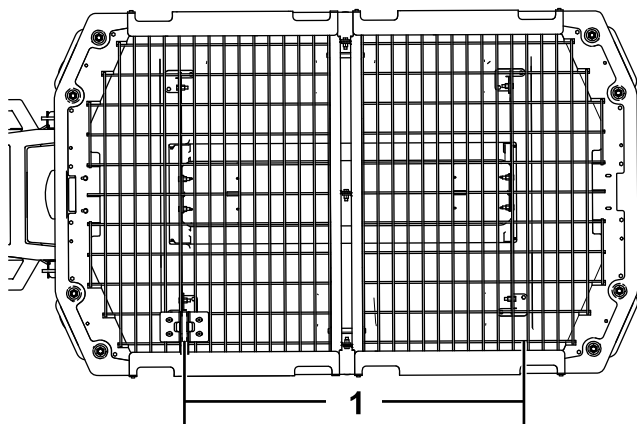

Figure 18
5. En commençant au centre de la patte de montage, mesurez la distance trouvée à l'opération 4 et tracez un repère sur la grille supérieure (Figure 18).